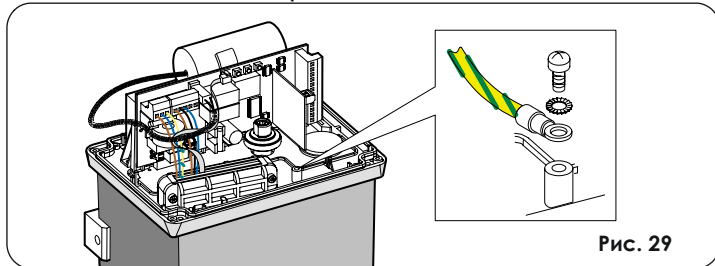

Рис. 29
**Примечание:** Если при первом запуске ворота не сдвинулись в нужном направлении, поменяйте местами коричневый и черный провода в разъеме J6 (рис. 29).